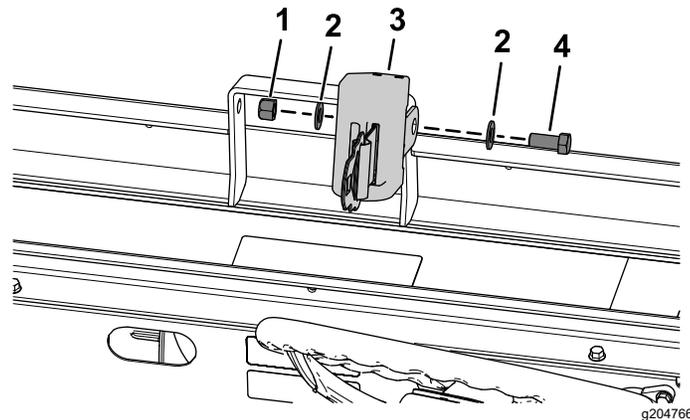

図 28
- 図 28 のように、シートベルトを取り付ける六角ヘッドボルト 7/16 x 1 インチ 1本、平ワッシャ 7/16 インチ 2枚、ロックナット 7/16 インチ 1個を使用する。